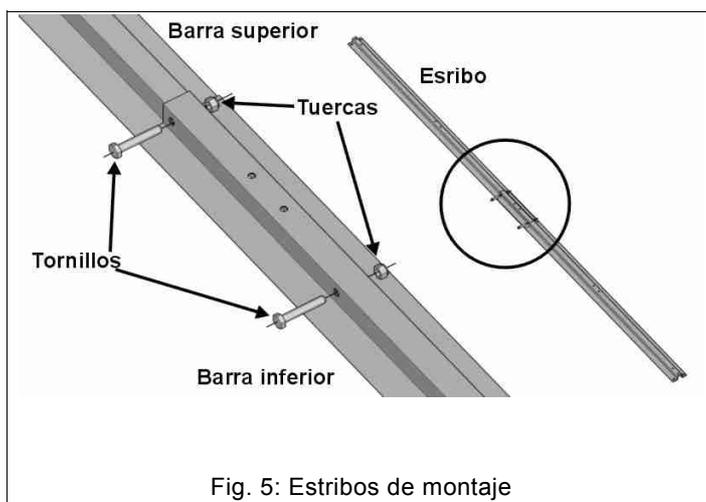

Fig. 5: Estribos de montaje
2. Se aconseja poner en el suelo cartones u otro tipo de material protector como base de trabajo durante la preparación del marcador. Para cada marcador se deben preparar dos estribos de soporte uniendo dos barras (una barra superior en 'U' estrecha y otra inferior en 'U' ancha); empalme las dos barras sobreponiéndolas y alineando los agujeros para que pasen los tornillos. Únalas sólidamente apretando los dos tornillos y las tuercas (Fig. 5).